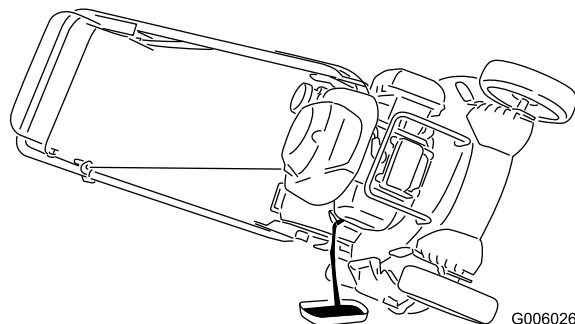

Figura 37
3. Inclinate la macchina sul fianco, con il tubo di riempimento dell'olio in basso, per vuotare l'olio usato attraverso il tubo di riempimento in un vassoio raccoglitore (Figura 37).